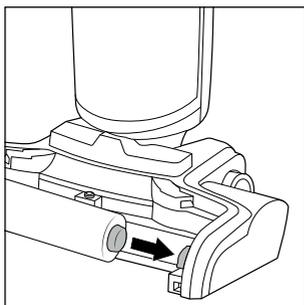

Rys. 37
- ◆ Pozostaw wałek szczotkowy **6** i osłonę przeciwbryzgową **7** do całkowitego wyschnięcia, zanim je ponownie zamontujesz w urządzeniu (patrz rys. 37).